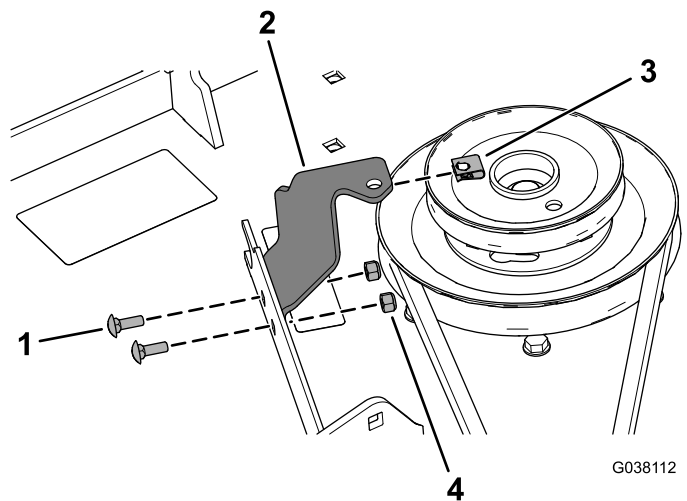

Figura 22
12. Instale el soporte de la cubierta de la correa a la carcasa de corte con 2 pernos de cuello cuadrado ($\frac{1}{4}$ " x $\frac{3}{4}$ ") y 2 contratuercas ($\frac{1}{4}$ "), según se muestra en Figura 22.
13. Instale la tuerca rápida en el soporte de la cubierta de la correa (Figura 22).